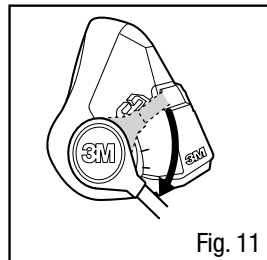

Fig. 11
2. Faire tourner chaque embranchement de un quart de tour dans le sens des aiguilles d'une montre, jusqu'à ce que le filtre soit bien en place dans le dispositif de verrouillage à baïonnette et qu'il ne puisse tourner davantage (Figs. 11 et 12). Ne pas exercer trop de force en tournant, car cela risque d'endommager le dispositif de verrouillage à baïonnette. Tuyaux de respiration SA-1500 et SA-2500 illustrés.